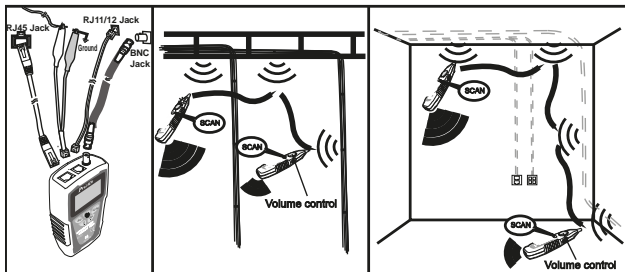

Figura 8 Encontrar cables
Para localizar cables, siga estos pasos (Figura 8):
1. Conecte el cable que va a probar al TESM7071, como se muestra en la figura 8. Si desea probar un cable monoconductor o biconductor, seleccione el cable de tipo Tel y después conecte el cable de conexión con pinza cocodrilo al puerto RJ11.